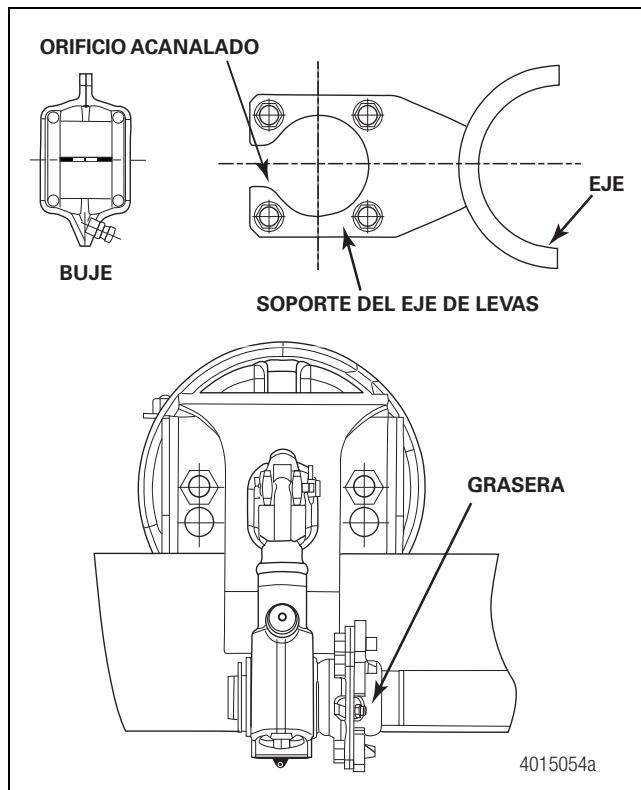

Figura 11.9
- El diseño actual de producción consiste en un buje con una grasa recta instalada sobre un soporte de eje de levas con un orificio acanalado. Una vez armada, la grasa se orienta en dirección opuesta al ajustador de freno. Figura 11.9.